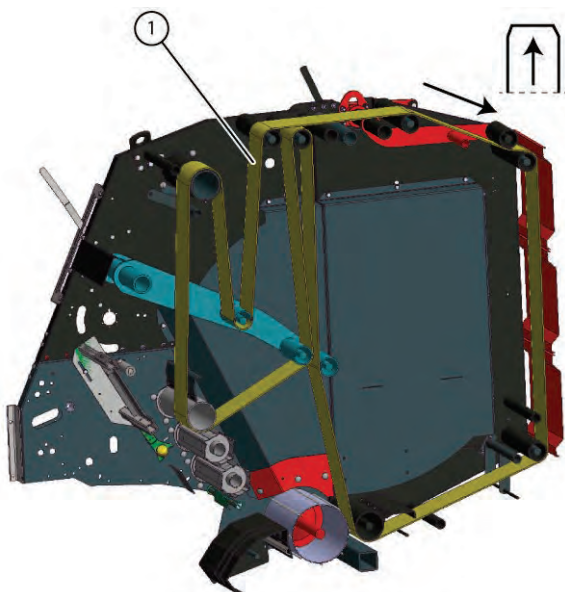

Fig. 124 Remplacer les courroies de cage cassées
- 6** Tirez la ficelle dans la cage selon le sens de rotation, comme à la Fig. 124.